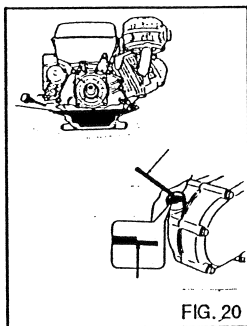

FIG. 20
Periodicamente controllare il livello olio nel motore a scoppio, estraendo il tappo con l'astina del livello (fig. 20).
3) Togliere il tappo con l'astina livello (fig. 20).
6) Introdurre l'olio dal foro superiore e verificare il livello dell'olio con l'astina (fig. 20).